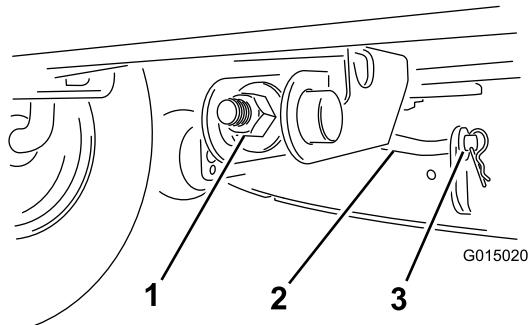

Figure 33
- Retirez la goupille fendue et la rondelle de la tige de support avant (Figure 33) et abaissez le plateau de coupe sur le sol avec précaution.
8. Fixez la tige de support avant au plateau de coupe à l'aide de la rondelle et de la goupille fendue (Figure 33).